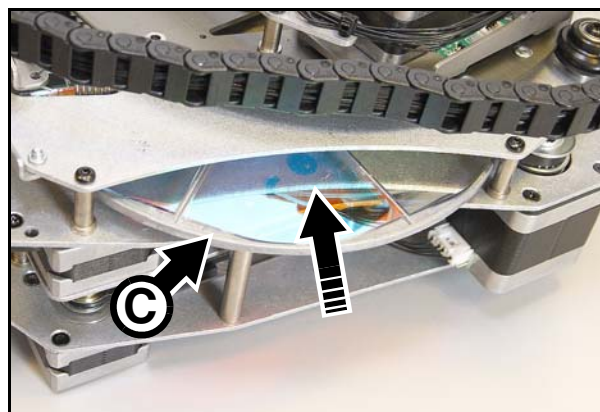

Figure 14: Installation d'un filtre de couleur
6. Voir Figure 14. Glissez le filtre dans son clip au centre de la roue. Assurez-vous que le bord extérieur du filtre glisse sous la lèvre **C** (fléchée ci-contre) au bord de la roue de couleur afin que le filtre soit maintenu correctement.